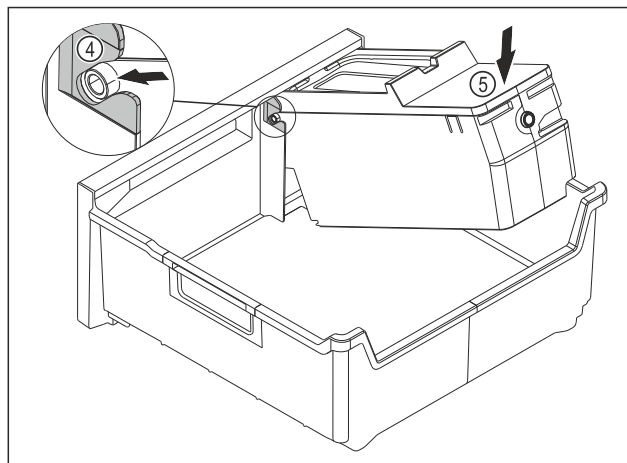

Fig. 124
- ▶ Izvadite tijelo sustava EasyTwist-Ice: Umetnite osovine tijela sustava EasyTwist-Ice u vodilice Fig. 124 (4).
- ▶ Pritisnite tijelo sustava EasyTwist-Ice Fig. 124 (5) otraga prema dolje.